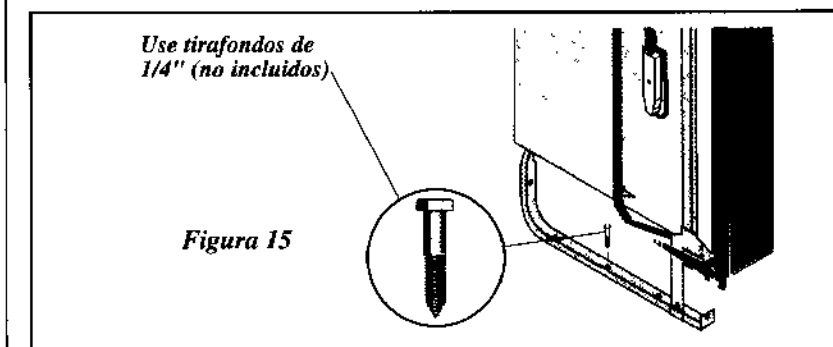

Figura 15
1. Atornille los tirafondos de 1/4", no incluidos, a través de los agujeros provistos en el riel del bastidor. Ver Figura 15.